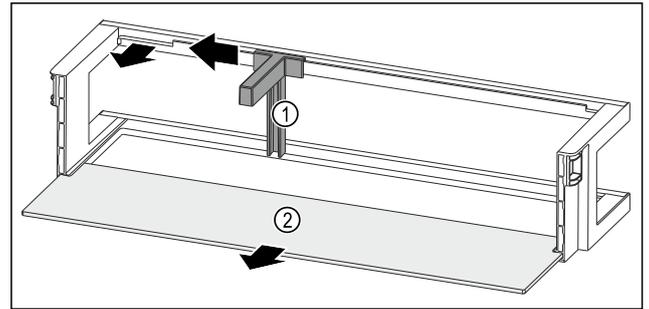

Fig. 118 Balconnet de contre-porte avec porte-bouteilles et tablette de rangement
- Pousser le porte-bouteilles Fig. 118 (1) sur le côté jusqu'à l'évidement.
- Retirer le porte-bouteilles Fig. 118 (1).
- Retirer la tablette de rangement Fig. 118 (2).